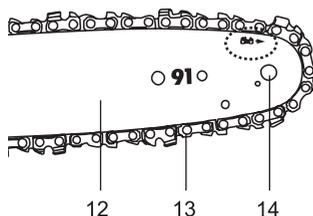

Fig. 9
7. Le sens du mouvement de la chaîne est indiqué par la flèche (Fig. 9). Assurez-vous que la chaîne (13) est correctement positionnée sur le pignon (14) du guide-chaîne (12). (Fig. 9)